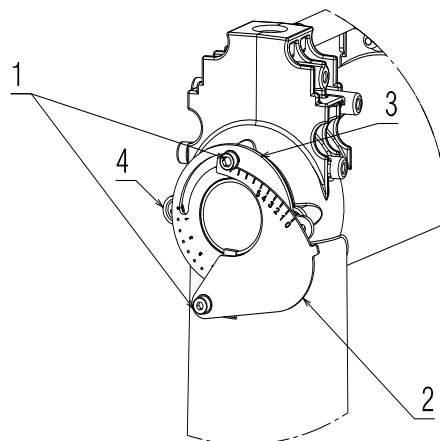

图 22
► 拧松螺丝 1)，旋转环形螺母 3)，直至刻度与指示器 4) (图 22) 对应。
► 拧紧 2 个螺丝 1) (图 22)。